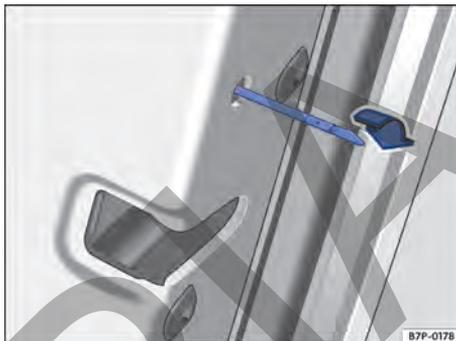
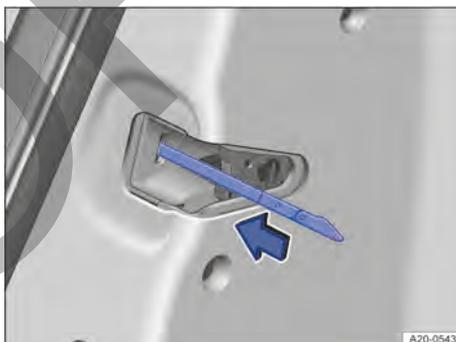

Fig. 46 En el frontal de la puerta trasera derecha: bloqueo de emergencia del vehículo con la llave de emergencia (variante 1).
Fig. 47 En el frontal de la puerta trasera derecha: bloqueo de emergencia del vehículo con la llave de emergencia (variante 2).
2. Dado el caso, retire la junta de goma Ⓣ del frontal de la puerta → fig. 46.
3. Introduzca la llave de emergencia en la ranura vertical y gírela → fig. 46 o → fig. 47.